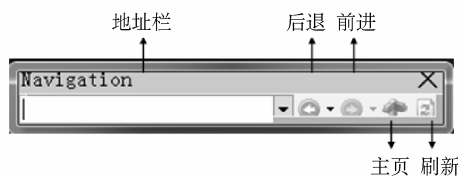

图 10-6 Navigation 工具栏
4) Navigation (导航) 工具栏：用于文档间的跳转访问，如图 10-6 所示。导航工具栏各按钮的说明见表 10-4。